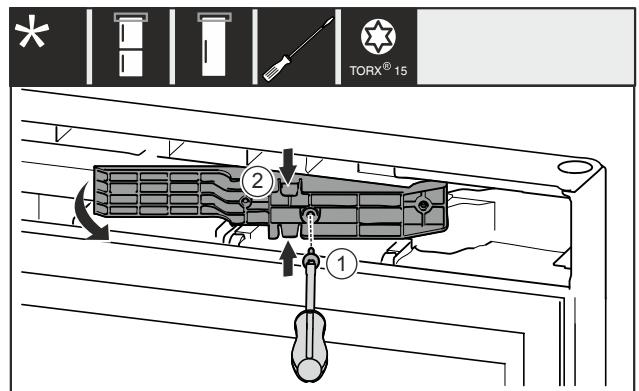

Fig. 14 \*
- ▶ 移除螺栓 Fig. 14 (1)。\*
- ▶ 将上方和下方适配件 Fig. 14 (2)轻轻挤压在一起，然后向前拉出。\*